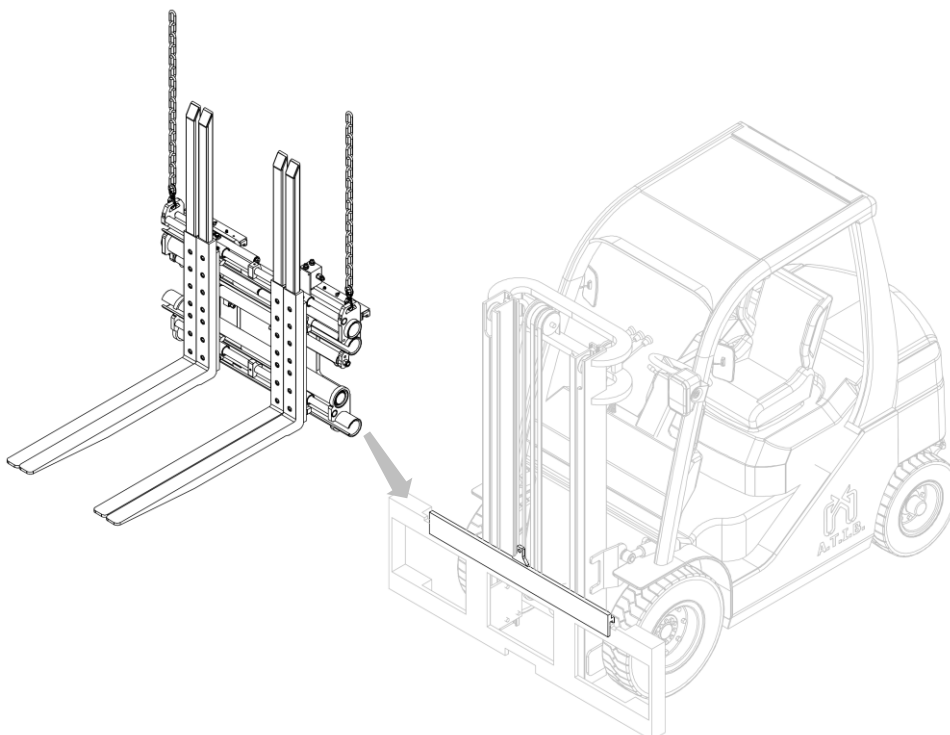

Figure 5
9. Accrocher l'équipement au point de préhension supérieur et, à l'aide d'un pont roulant ou d'un palan de capacité suffisante, le placer sur la plaque porte-fourche, en prenant soin de le positionner correctement (voir *Figure 5*).